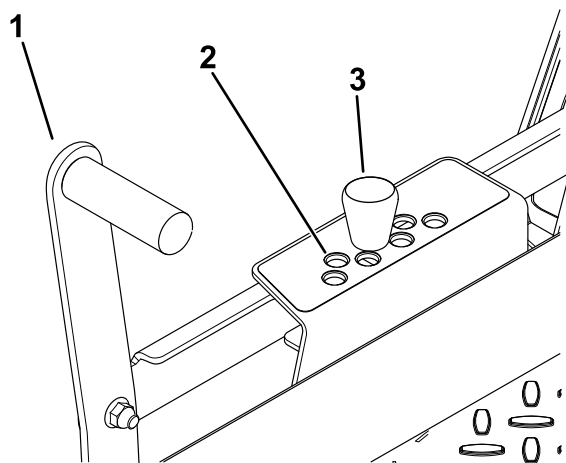

Figura 24
2. Para ajustar la altura de corte, retire el pasador del soporte de altura de corte (Figura 24).
3. Seleccione el taladro del sistema de altura de corte que corresponde a la altura de corte deseada, e inserte el pasador (Figura 24).